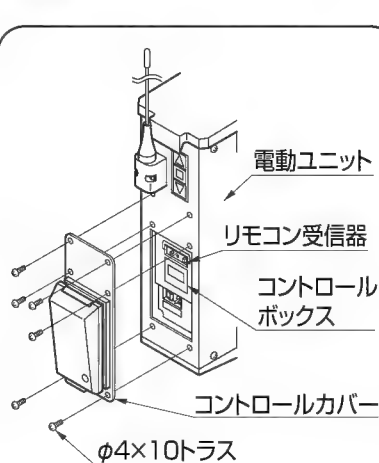

図9-4 コントロールカバーの取外し
- ①コントロールカバーをはずしてください。(図9-4参照)
- ①上キャップをはずしてください。(図9-4参照)